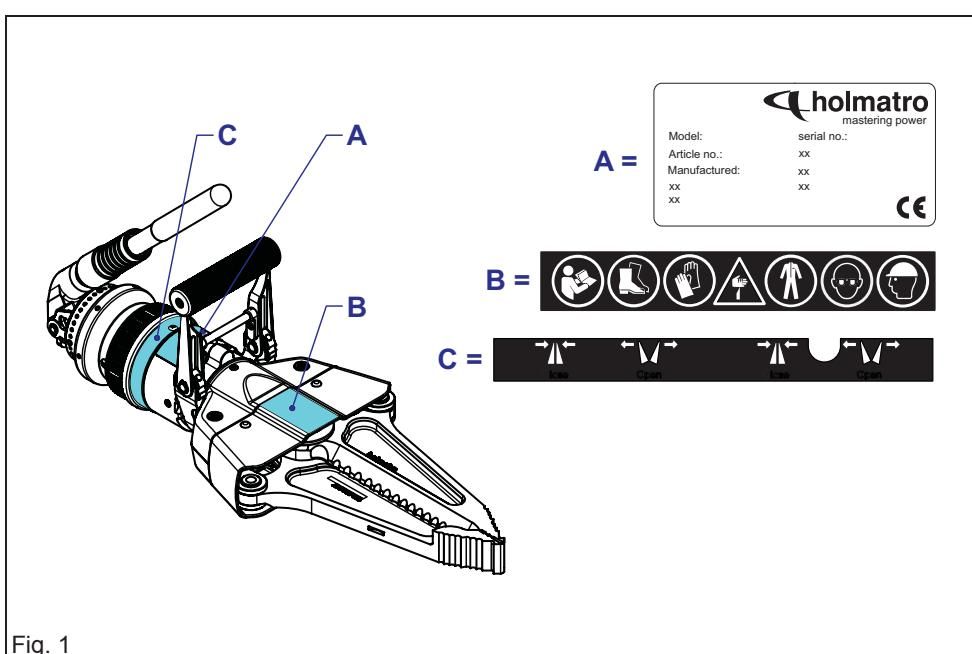

Fig. 1
2.2 Typeplaat en CE-markering op de apparatuur (Fig. 1)
Zie Fig. 1.